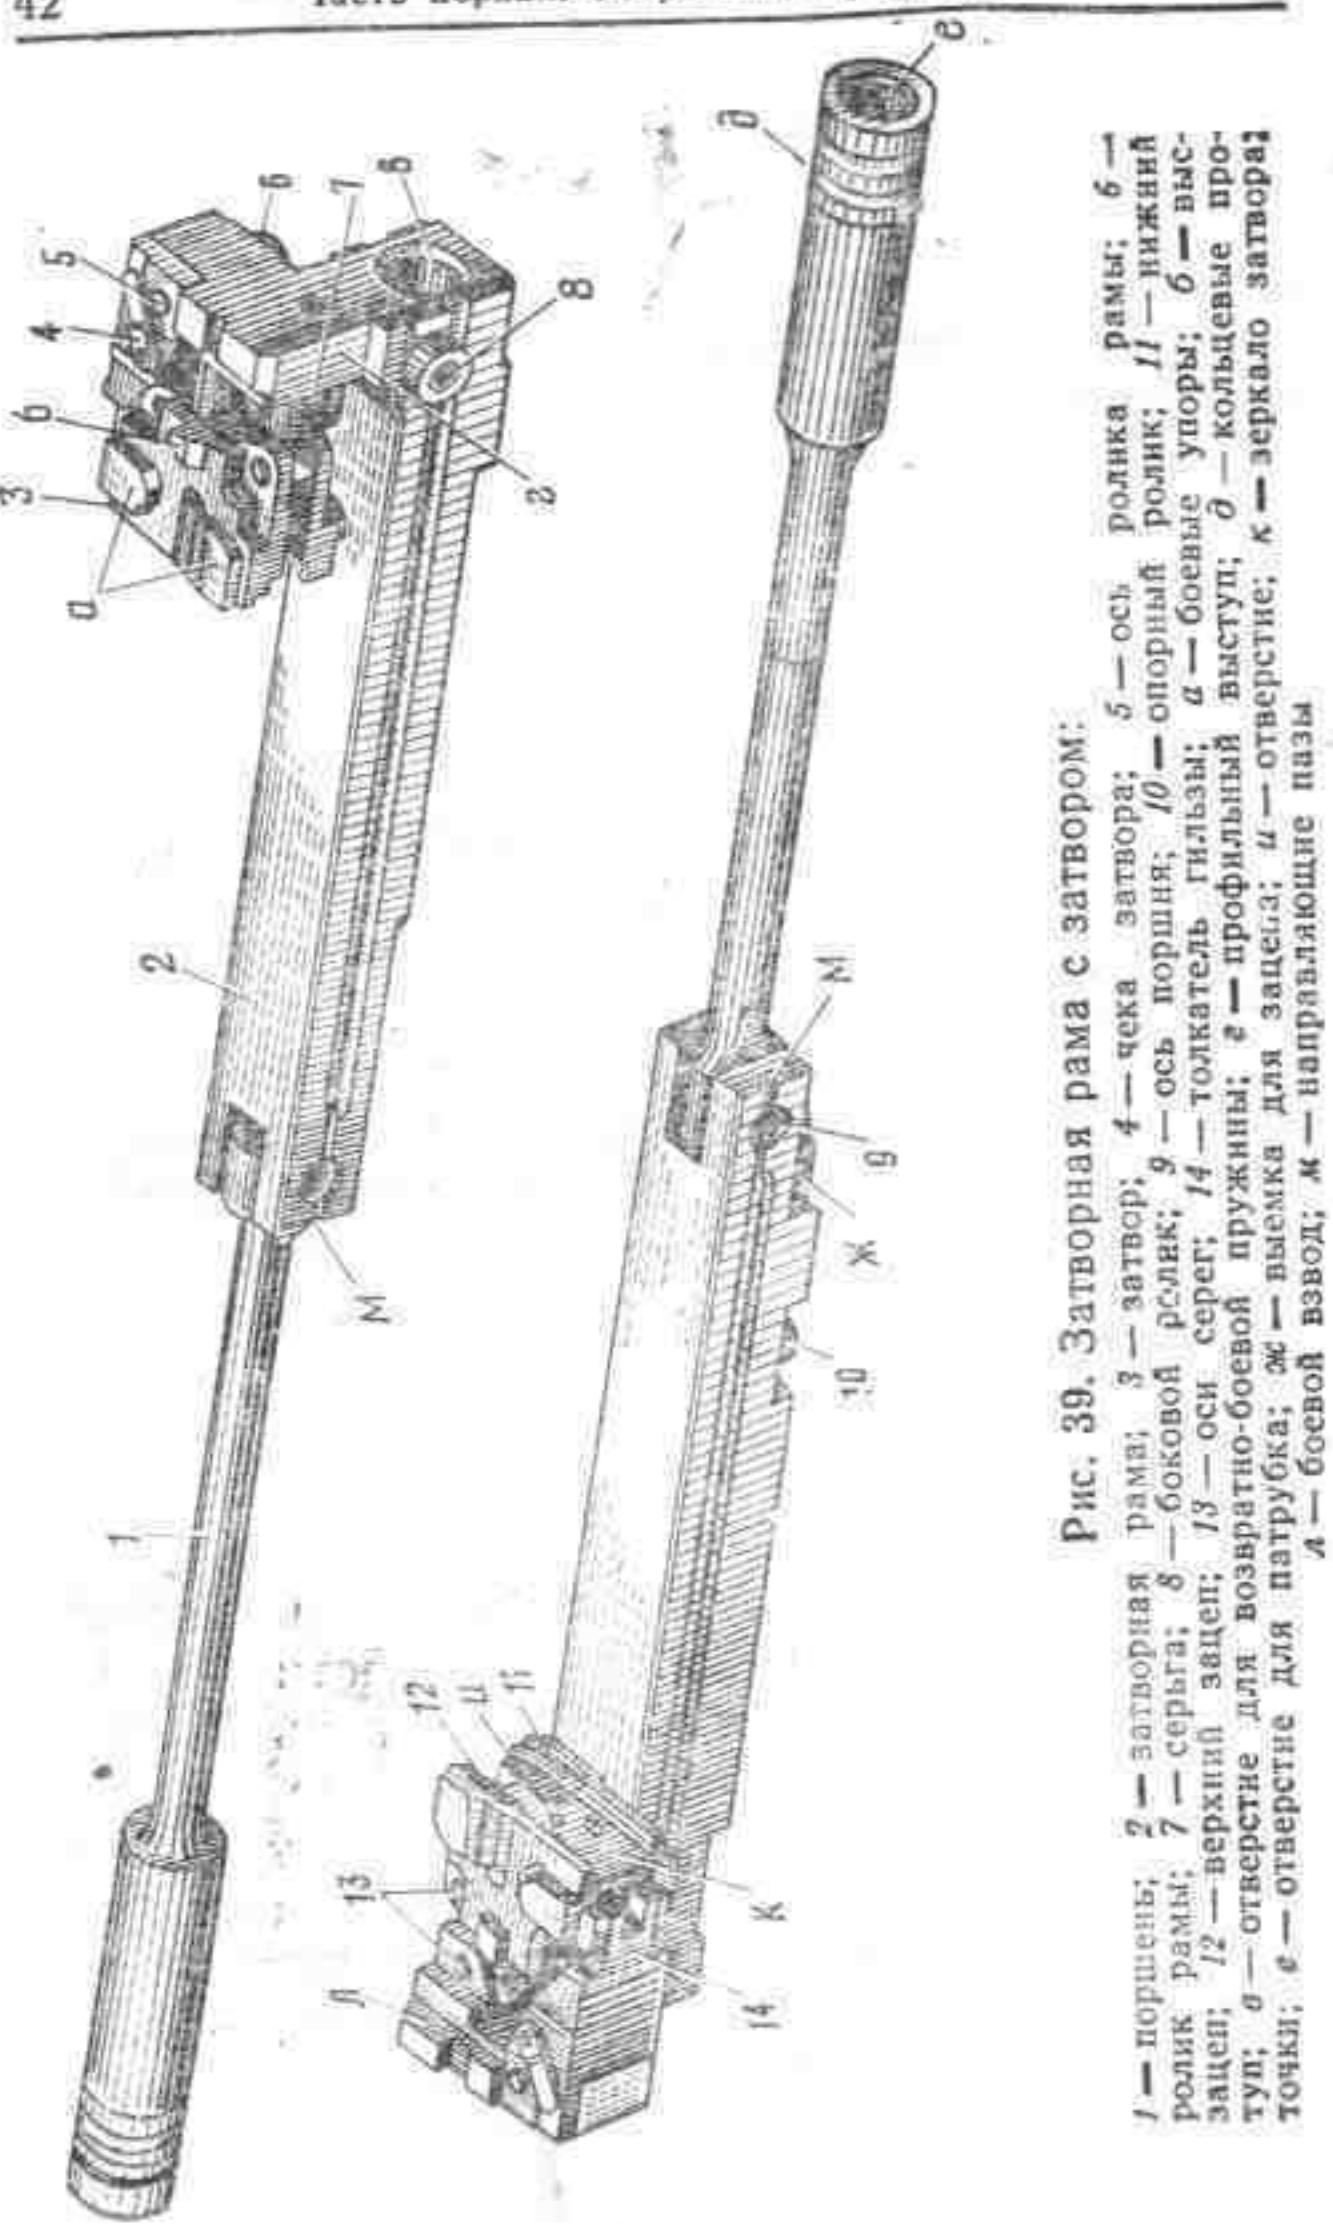

Рис. 39. Затворная рама с затвором:
15. **Затворная рама с затвором** (рис. 39) служит для приведения в действие подвижных частей пулемета. Она перемещается в ствольной коробке по направляющим с помощью роликов.